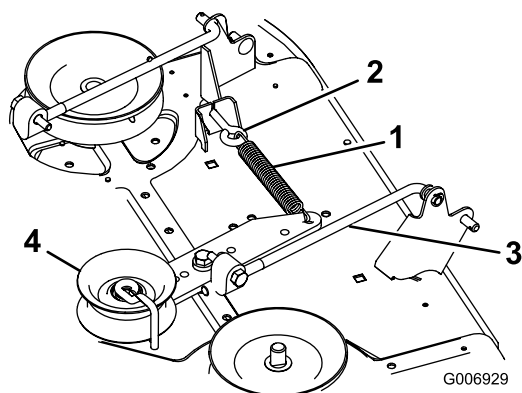

Figura 45
16. Agganciate la molla di rinvio del braccio dalla puleggia tendicinghia al bullone a occhiello sul tosaerba (Figura 45).